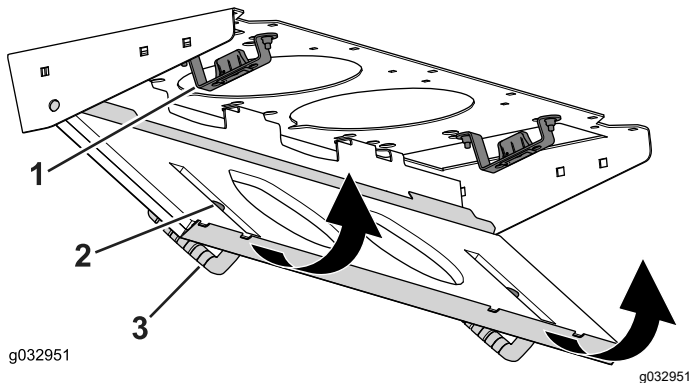

Bild 132
4. Drehen Sie das Filtersieb um die Nasen, bis der Riegel in der Riegelbefestigung einrastet (Bild 132).